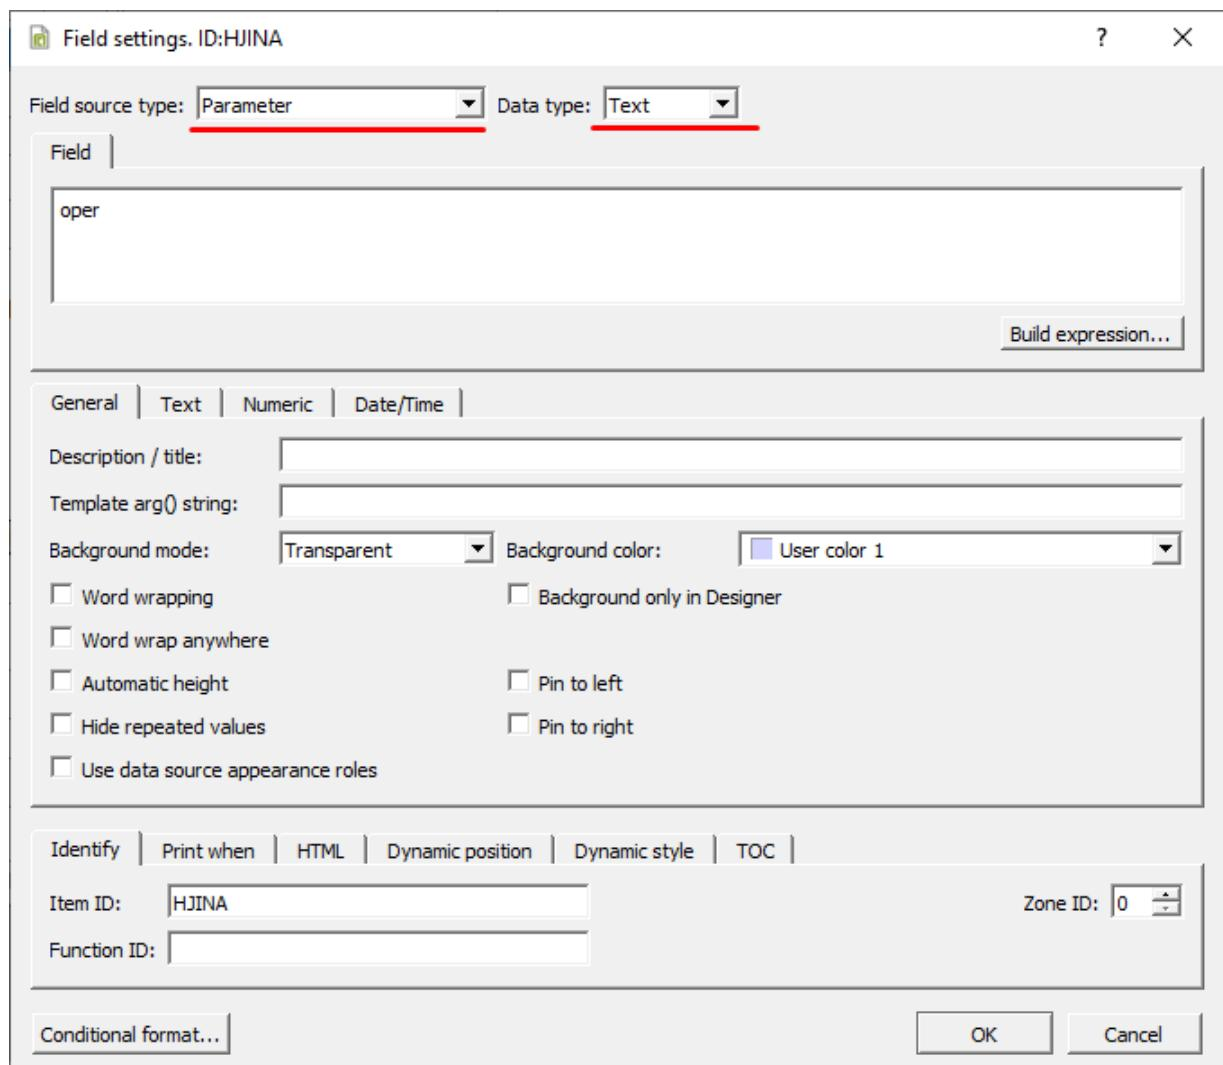

Рисунок 150 - Настройка текстовых данных
4. В графе **Field source type** выберите **Parameter**, в графе **Data type** – **Text** (Рисунок 150).